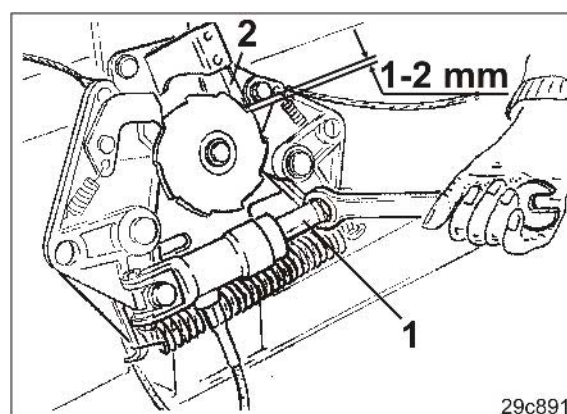

図 221
3. 油圧シリンダのピストン (図 221/1) は、サーキットブレーカの板ばね (図 221/2) がカチッと音がし、板ばねと歯の間に 1 ~ 2 mm の遊びがあるまでオープンエンドレンチでできる限り回転させてください。